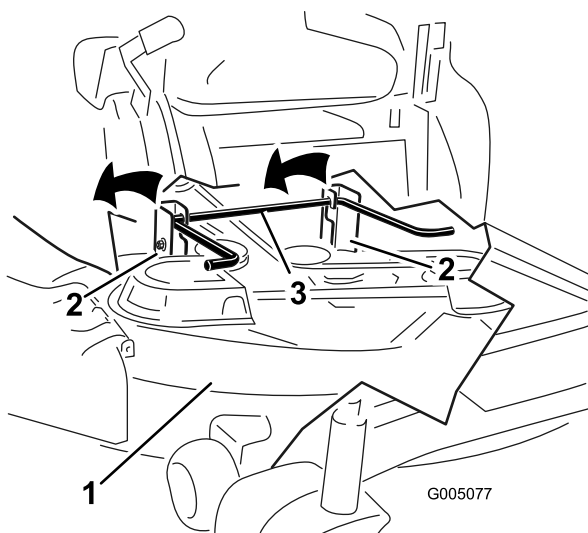

Figura 55
trasera; luego baje el cortacésped con cuidado al suelo (Figura 55).
- Eleve la parte trasera de la carcasa de corte y coloque las pletinas de suspensión sobre la varilla de elevación trasera (Figura 55).